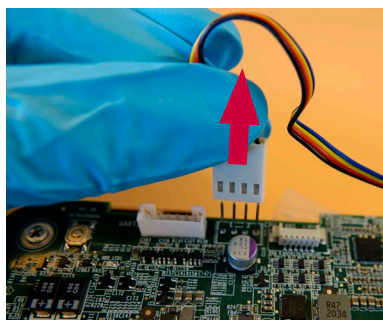

Bild 28 Lossa flähtkabeln
a) Koppla ur flähtkontakten (bild 28)